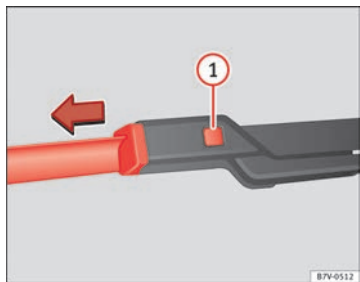

Abb. 119 Scheibenwischerblätter der Frontscheibe auswechseln.
- Entriegelungstaste ⇒ Abb. 119 ① gedrückt halten und gleichzeitig das Scheibenwischerblatt in Pfeilrichtung abziehen.